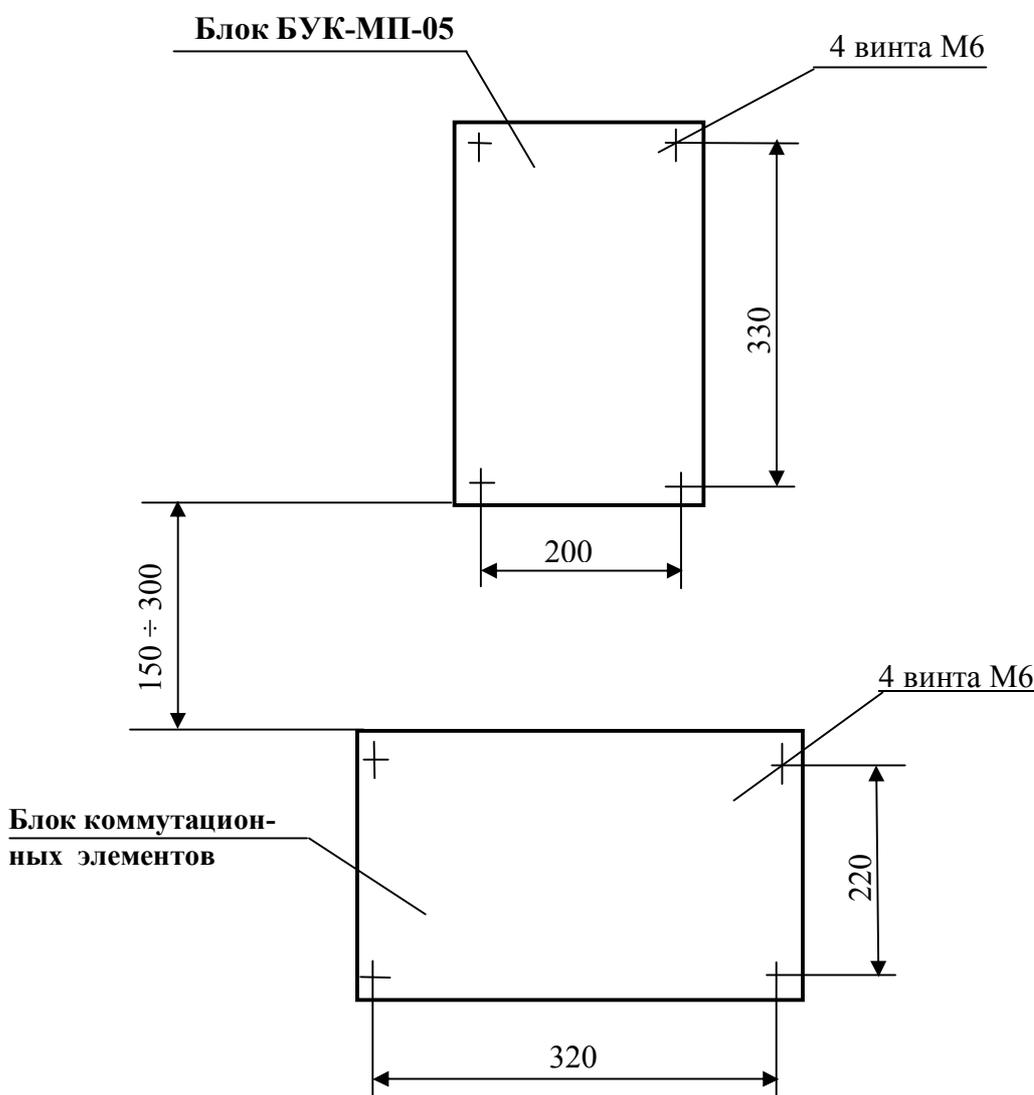

Рис. 1. Разметка под установку блока БУК-МП-05 и блока коммутационных элементов.
2.2.1. Блок БУК-МП-05 устанавливается на вертикальной плоскости (щите) на высоте 1500-1700 мм от уровня пола. Блок коммутационных элементов (для подключения внешнего монтажа) располагается на расстоянии 150 – 300 мм ниже блока. См. рис.1